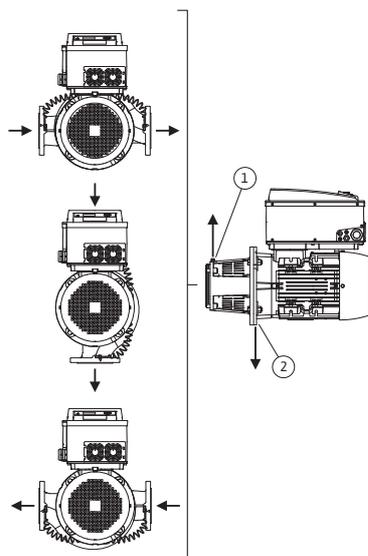
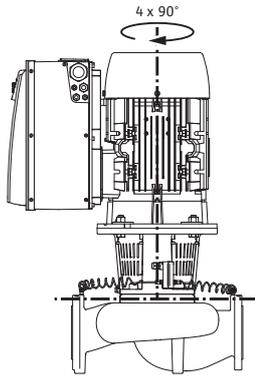

Fig. 18: Tilladte installationspositioner med horisontal motoraksel
Fig. 19: Tilladte installationspositioner med vertikal motoraksel
De tilladte installationspositioner med horisontal motoraksel og elektronikmodul, der vender opad (0°), er vist i Fig. 18. De tilladte installationspositioner med elektronikmodul monteret på siden ($\pm 90^\circ$) er ikke afbildet. Enhver installationsposition undtagen "elektronikmodul nedad" (-180°) er tilladt. Udluftningen af pumpen er kun sikret, hvis udluftningsventilen peger opad (Fig. 18, pos. 1).
Kun i denne position (0°) kan opstået kondensat bortledes målrettet via en eksisterende boring, pumpelanterne samt motor (Fig. 18, pos. 2).
De tilladte installationspositioner med vertikal motoraksel er vist i Fig. 19. Enhver installationsposition undtagen "motor nedad" er tilladt.
- Udluftningsventilen på lanternen (Fig. 6, pos. 1.31) skal ved horisontal motoraksel altid pege opad (Fig. 6a: og Fig. 6b:). Ved vertikal motoraksel kan den pege i alle retninger. Se i den forbindelse Fig. 18: „Tilladte installationspositioner med horisontal motoraksel“ på side 221 eller Fig. 19: „Tilladte installationspositioner med vertikal motoraksel“ på side 222.
- Ved horisontal motoraksel er det nødvendigt at kondensathullet vender nedad (Fig. 18, pos. 2). Motoren skal evt. drejes, så dette overholdes.